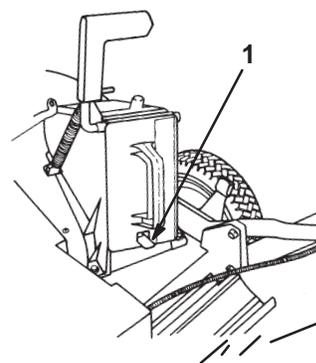

Figure 8
- Engagez l'obturateur à fond jusqu'à ce que le loquet à ressort du bas de l'obturateur s'enclenche, assujettissant fermement ce dernier dans le conduit de l'éjecteur (Fig. 8).